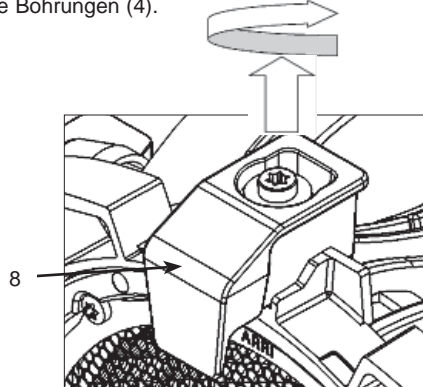

Abb. 8 Torsicherung / fig. 8 top latch
- Torsicherung (8, Abb. 8) nach oben ziehen und zur Seite weg drehen.
- Torsicherung (8) zurückdrehen und einrasten lassen. Sicheren Halt des Zubehörs prüfen.
- Pull the top latch (8, fig.8) upwards and turn it to the side.
- Turn the top latch (8) back to original position and let it lock. Check that the accessories are securely locked.